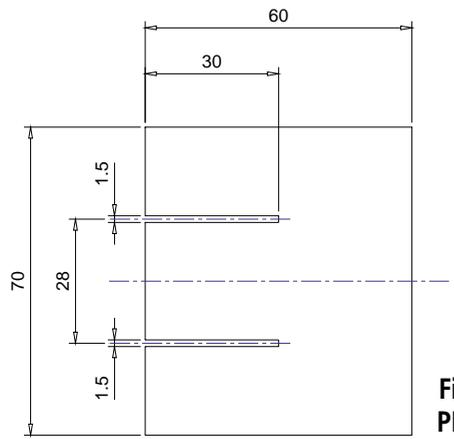
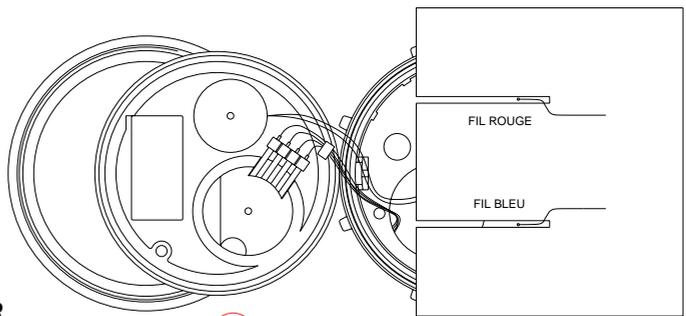

Fig.4
Fig.5
5. Afin de protéger l'appareil confectionner un protecteur en carton suivant les cotes de la figure 4. Faire passer les fils de la pile dans les fentes du protecteur et dessouder la pile usagée (voir figure 5).
6. Étamer les languettes de la nouvelle pile (1) loin de l'appareil afin d'éviter les projections de flux de soudure sur les surfaces d'étanchéité.